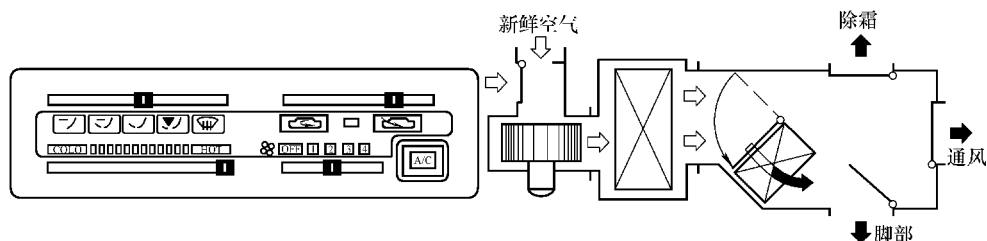

图 8-8 脚部通风示意图
(3) 脚部 如图 8-8 所示，当空气干燥和车窗不易结雾时，该位置可用于加热目的。通过温度控制杆，可以控制脚部出风口空气温度。进气杆可设置在 REC (再循环) 位置，以增大加热效率，但是该 REC (再循环) 位置不应长时间使用，这是因为车窗玻璃会结雾。